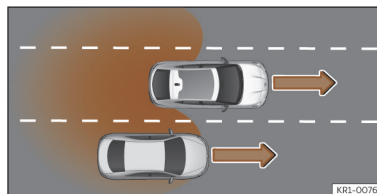

Fig. 132 Ultrapassagem na faixa de rodagem central e incorporação posterior na faixa de rodagem direita.
- Quando se ultrapassa outro veículo >>> **Fig. 132** com uma diferença de velocidade de aprox. 10 km/h (6 mph). Se a ultrapassagem é consideravelmente mais rápida, não se mostra qualquer indicação.